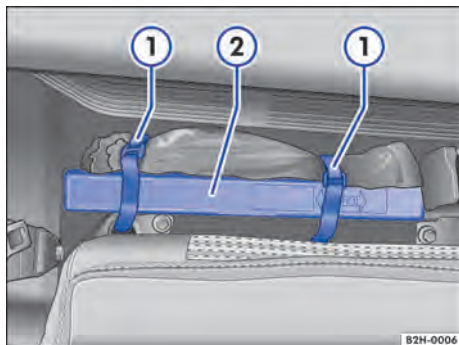

Fig. 59 Atrás do encosto direito do banco traseiro: triângulo de segurança②.
- Soltar os fechos de velcro → Fig. 59 ① e retirar o triângulo de segurança②.